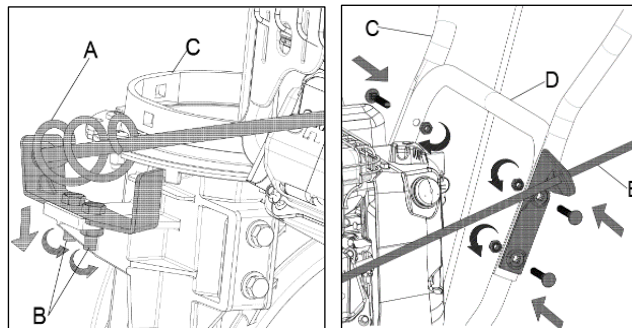

Рис. 3
2. Прикрепите рычаг управления поворотом желоба со стороны шестерни (Рис. 3, А) к основанию желоба (Рис. 3, С) с помощью крепежного болта и гайки, затем затяните гаечным ключом. Убедитесь, что две шестерни плотно совмещены.
3. С левой стороны от рукояток (от оператора), в месте соединения верхней рукоятки с рычагами управления (Рис. 3, С) и нижней рукояткой (Рис. 3, D). С помощью крепежного болта, гайки и шайбы закрепите кронштейн с ручкой управления поворотом желоба (Рис. 3, E), а затем затяните гаечным ключом (Рис. 3, В).